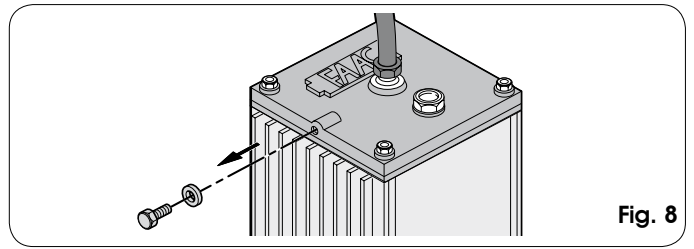

Fig. 8
- 3) Quite y guarde a parte el tornillo de purga como se indica en la Fig.8.
- 1) Asegúrese de que el tornillo de purga se haya retirado (Fig.8)
4. Atornille el tornillo de purga en la centralita (Fig. 8).
11. Quite el tornillo de purga de la centralita (Fig. 8) y purgue el aire como se indica en el párrafo 8.2.